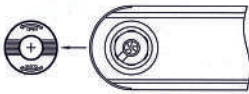

Рис. 1
- Отвинтите крышку батарейного отсека против часовой стрелки (рис. 1)